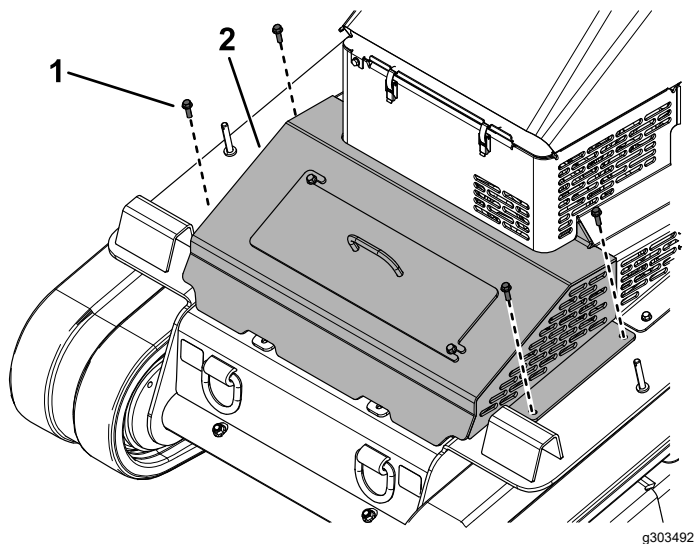

Figura 41
2. Retire los 4 pernos que sujetan la cubierta a la máquina (Figura 41).
1. Perno (4)
3. Retire el conjunto de cubierta (Figura 41).